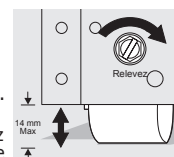

Figure 2
- Utilisez un tournevis à lame plate ou une clé à douille de 3/8 po pour lever ou baisser les roulettes avant (Figure 2). Ne pas soulever le cabinet plus de 9/16".